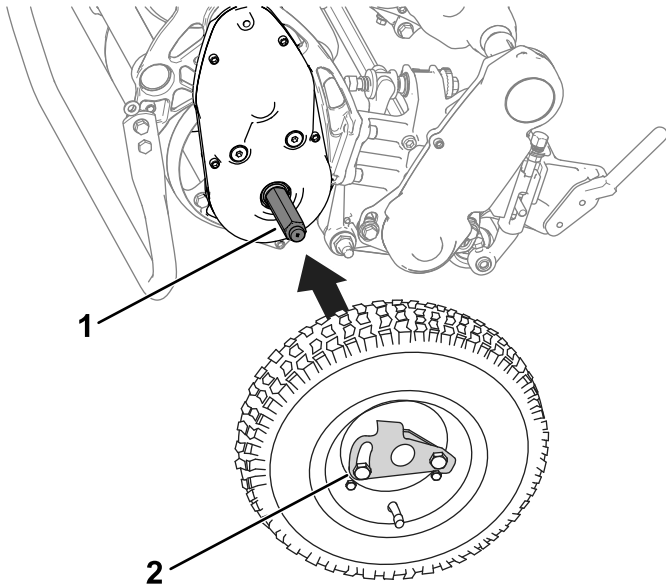

Figura 25
2. Glisai o roată pe o osie (Figura 25).
3. Pivotați clemă de blocare a roii în afara (Figura 25) centrului roii, lăsând-o să gliseze pe osie.